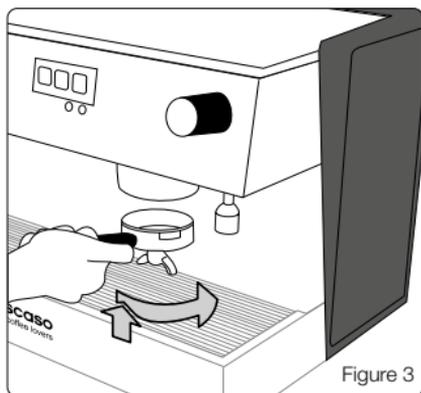

Figure 3
5. Introduisez le porte-filtre dans le groupe en allant de gauche à droite et en appliquant une pression finale suffisante (voir fig. 3).